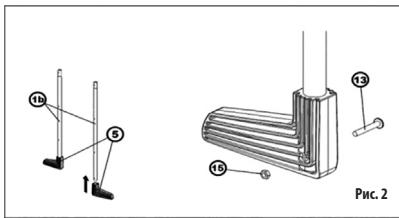

Рис. 2
Нижние уголники (5) наденьте на правильный конец (в соответствии с отверстиями) нижних трубок задних ножек (1b). Зафиксируйте с помощью соответствующих болтов (13) и гаек (15). (Рис. 2)